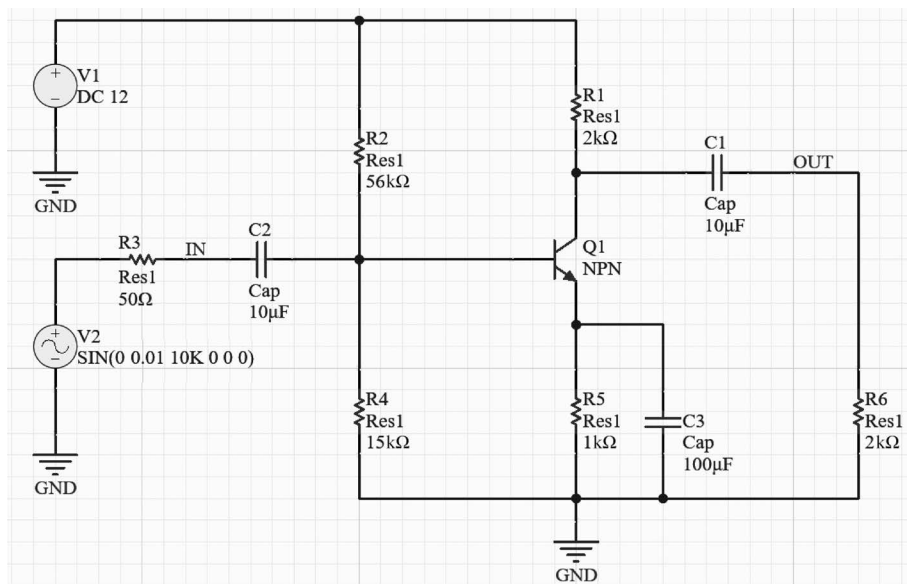

图 3-28 放置网络标号
(7) 按照图 3-28 所示,将电阻和电容值改成相应的值。
(8) 为了观察方便,如图 3-28 所示,在放大器的输入和输出端分别放置名称为 IN 和 OUT 的网络标号。
- (1) 将图 3-28 中的 R4 的值改成 $56\text{k}\Omega$ ，重新执行傅里叶分析。